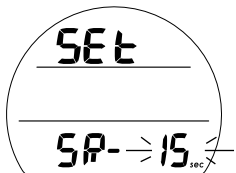

Fig. 34 - IMPOSTAZIONE
Impostazione memoria campione (SR). La schermata visualizza le seguenti informazioni (Fig. 34).